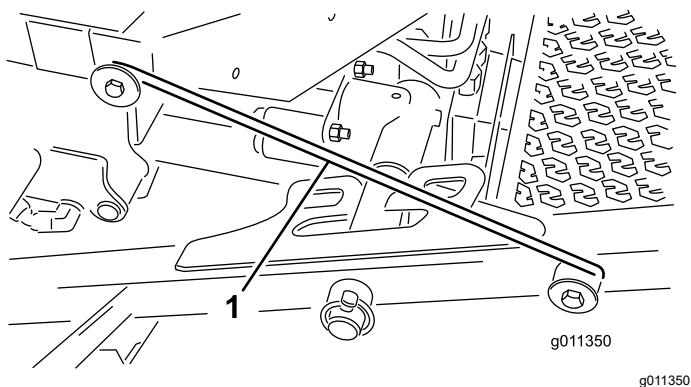

Figura 36
4. Desenganche la varilla de bloqueo (Figura 36) del enganche del bastidor de tiro delantero.
5. Levante la parte exterior de las carcchas de corte delanteras y coloque la varilla sobre el perno del bastidor montado en la parte delantera de la plataforma del operador (Figura 36).